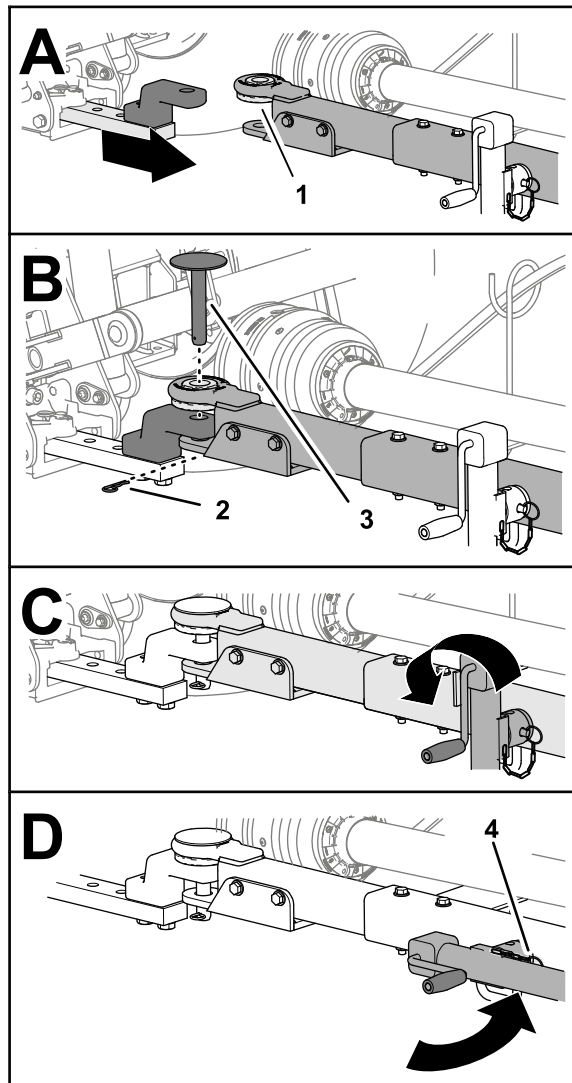

Рисунок 23
- Если на вашей газонокосилке установлена буксировочная штанга с пальцем, вставьте палец сцепного устройства в отверстия буксировочной штанги и тягового бруса и закрепите палец игольчатым шплинтом (Рисунок 23).
6. Полностью поднимите домкрат (Рисунок 23).
буксировочной штанге с помощью штифта (Рисунок 23).